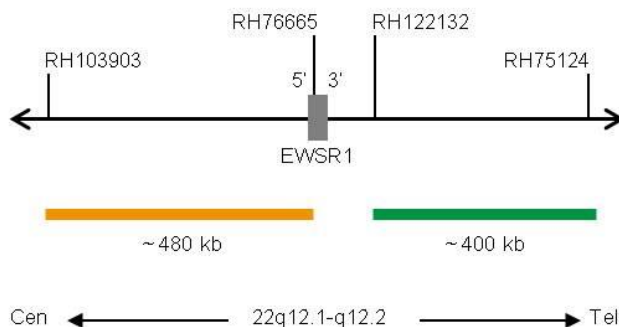

Abb. 1: SPEC EWSR1 Sondenlokalisierung (nicht maßstabsgetreu)
- ZyGreen (Anregung 503 nm/Emission 528 nm) markierten Polynukleotiden (~10 ng/μl), die gegen Sequenzen in 22q12.2\* (chr22:29,779,841-30,179,900) gerichtet sind, welche distal zur EWSR1-Bruchpunktregion lokalisiert sind (siehe Abb. 1).
- ZyOrange (Anregung 547 nm/Emission 572 nm) markierten Polynukleotiden (~4,5 ng/μl), die gegen Sequenzen in 22q12.1-q12.2\* (chr22:29,191,431-29,673,440) gerichtet sind, welche proximal zur EWSR1-Bruchpunktregion lokalisiert sind (siehe Abb. 1).